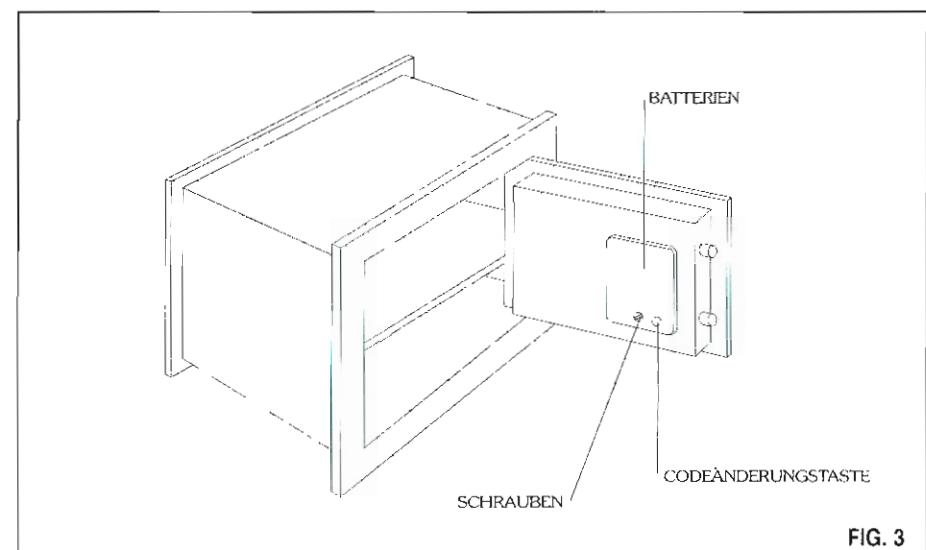

FIG. 3
Zur Inbetriebnahme müssen zunächst die vier im Inneren des Safes befindlichen Batterien mit korrekter Polung in das Batteriefach eingesetzt werden. Hieltzu die Tür öffnen und durch Lösen der Halteschraube die Abdeckung des Batteriefachs im Safe abnehmen (siehe Abb. 3).
4. Stimmt der eingetippte Schlüssel nicht mit dem programmierten Schlüssel überein, so ertönt bei Eingabe des Schlüssels ein charakteristisches Störton. Anschließend ertönt die Aufforderung zum Eintippen des neuen Schlüssels, wenn die Anzahl der gescheiterten Versuche der hintereinander folgenden zulässigen Eingaben von höchstens 4 überschreitet. Wird eine fünfter Versuch unternommen, so wird das System 15 Minuten lang gesperrt und die grüne Leuchtanzeige blinkt rasch. Erst nach Ablauf dieser Zeit kann ein weiterer Bedienungsschritt unternommen werden. Nur wenn die Tür geöffnet und somit ein Zugang zum Taster zur Änderung des Schlüssels gegeben ist (siehe Abb. 3), kann die Wartezeit durch einfaches Betätigen dieses Tasters aufgehoben werden.
Zur Programmierung eines neuen Zugangsschlüssels muss die Tür geöffnet werden (siehe 2.1 und Abb. 3). Anschließend ist wie folgt vorzugehen:
2. Vor Ablauf von 8 Sekunden ist der Taster zur Änderung des Schlüssels am Innenteil der Tür zu betätigen (siehe Abb. 3). Es ertönt die Melodie «Wo sind die Schlüssel» und anschließend die Aufforderung zum Eintippen des Schlüssels.
Das Batteriefach befindet sich in der Tür (siehe Abb. 3). Zum Auswechseln der Batterien muß diese Tür deshalb geöffnet sein. Hierauf ist wie folgt vorzugehen:
Abdeckung des Batteriefachs durch Lösen der entsprechenden Halteschraube entfernen (siehe Abb. 3).